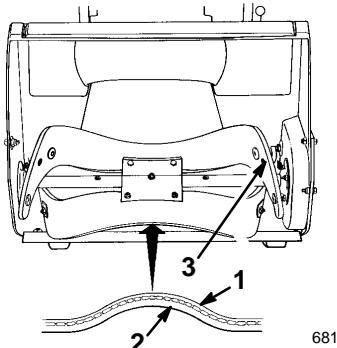

Figure 27
1. Examiner le bord d'une lame de rotor neuve pour voir la différence d'épaisseur des couches (Fig. 27). Certaines lames portent un numéro de référence du côté de la couche épaisse.
Monter les deux lames de rotor avec le côté le plus épais **à l'intérieur** de l'incurvation (Fig. 27), sans quoi l'ensemble sera déséquilibré et la déneigeuse progressera de manière irrégulière, par "bonds".